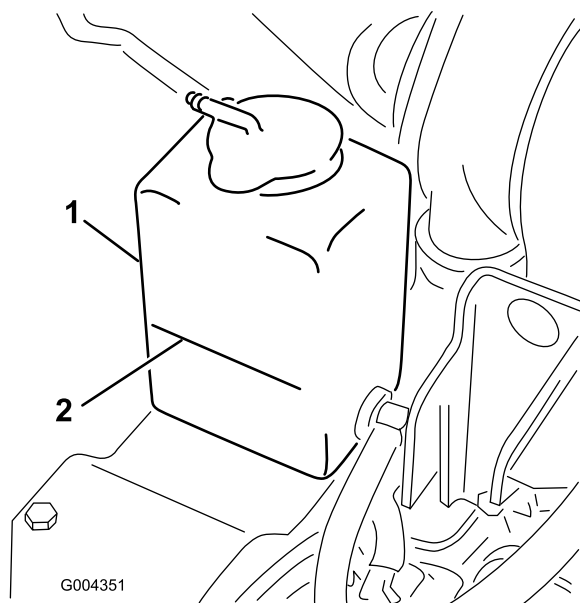

Рисунок 20
1. Проверьте уровень охлаждающей жидкости в расширительном бачке (Рисунок 20).